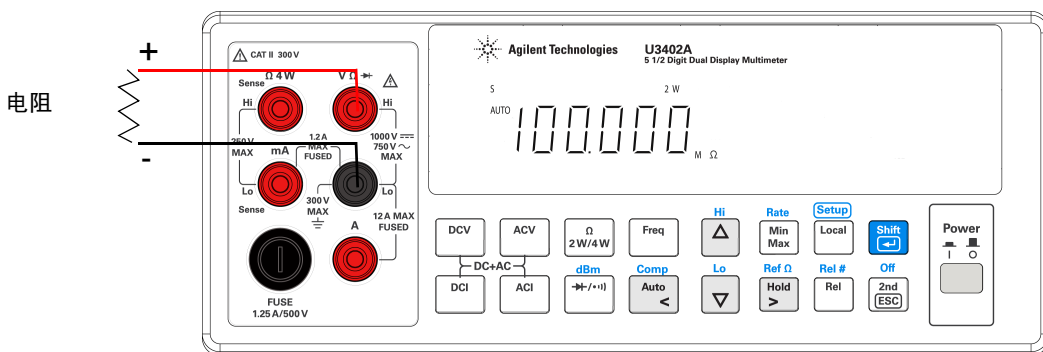

图 3-5 使用双线模式测量电阻时的端子连接
- 1 将红色和黑色的测试引线连接到电阻器，并按图 3-5 中所示检测测试点。